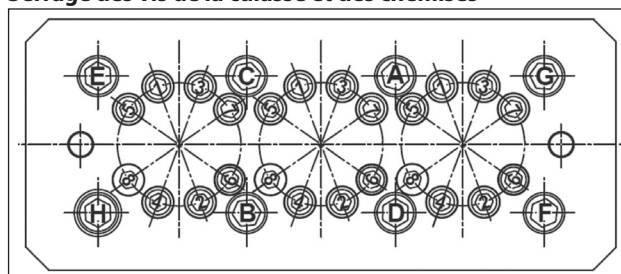

Fig. 54
- ** Les vis de fixation de la culasse doivent être serrées en respectant les phases et l'ordre indiqué sur le schéma Fig. 54.
- *** Les vis de fixation des chemises doivent être serrées en respectant les phases et l'ordre indiqué sur le schéma Fig. 54.